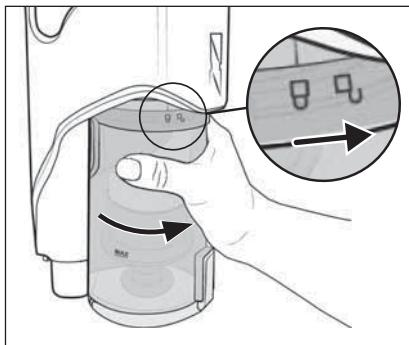

Fig. 25
- 8) Sæt støvbeholderen 7 ind i produktet igen, og drej den i retning af symbolet  (luk), indtil den sidder fast i produktet (se fig. 25).